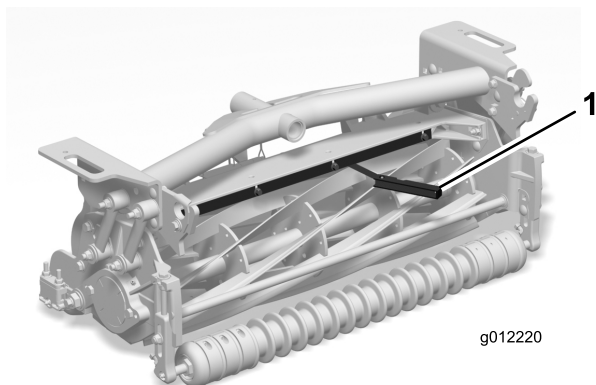

Figura 8
4. Insira um calibrador de 1,5 mm entre parte superior do cilindro e a parte inferior da barra para verificar a folga (Figura 8).